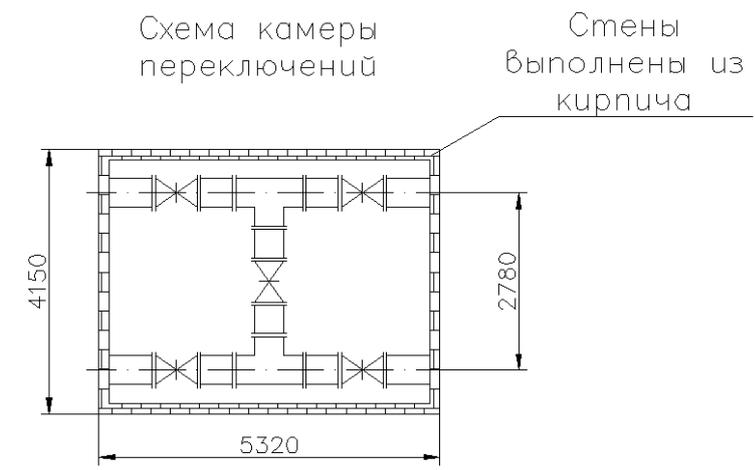

Рис.8.6.
3. Постройте в чертеже **Схема камеры переключений.dwg** схему камеры переключений так, как показано на *Рис.8.6*.